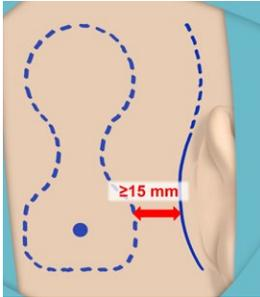
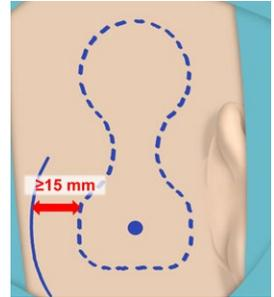

Fig. 9 : Incision post-auriculaire avec extension supérieure
Fig. 11 : Incision en C postérieure
5. Fig. 9–Fig. 11 montrent les options d'incision possibles. D'autres variantes sont possibles et dépendent de l'anatomie du patient. Quelle que soit la méthode d'incision, il est important d'avoir une distance d'au moins 15 mm entre l'incision et le bord de l'implant pour éviter une tension sur la peau et d'éventuelles complications post-opératoires.